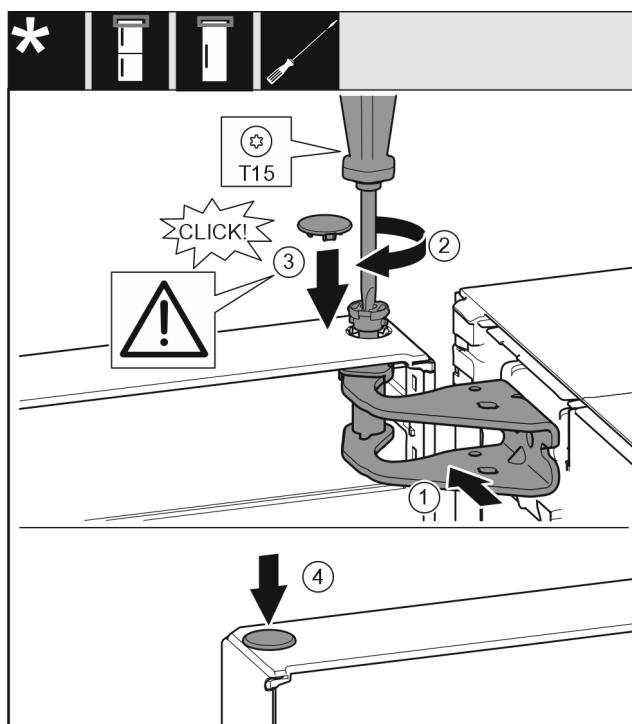

Fig. 16
- Tür oben zur Öffnung im Lagerbock ausrichten. Fig. 16 (1)
- Bolzen einsetzen und mit Schraubendreher T15 festschrauben. Fig. 16 (2)
Sicherungsabdeckung einsetzen und Kontrollieren ob sie auf der Tür aufliegt. Ansonsten Bolzen vollständig einsetzen. Fig. 16 (3)
- Stopfen einsetzen. Fig. 16 (4)